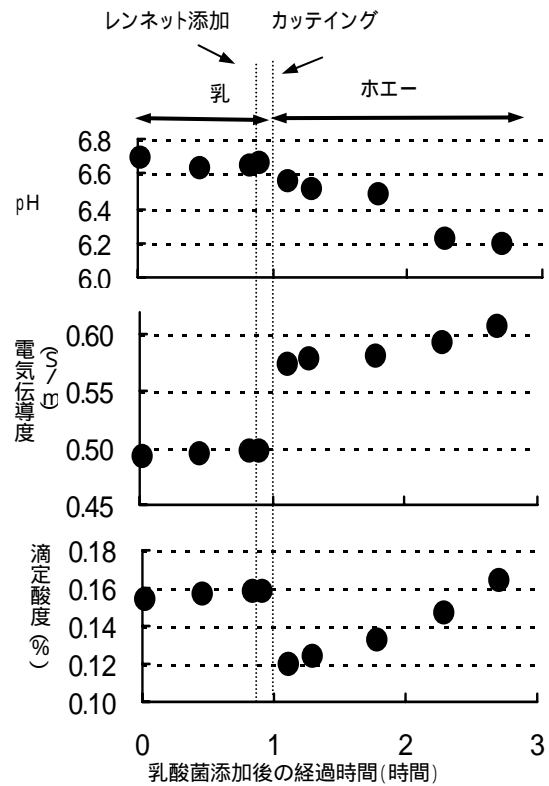

図3 模擬カード製造工程における滴定酸度、pH および電気伝導度の推移
3) 電気伝導度を利用して乳およびホエーの乳酸発酵状態をモニタリングできた。しかし、変化量が小さく、2%温度補償機能では不十分で、液温を一定に調整して測定値を得る必要があった(図3)。